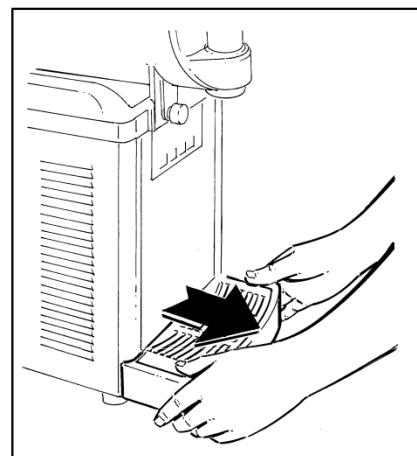

Рис. 32
- Извлечь ёмкость для сбора капель, потянув ее на себя (Рис.32).